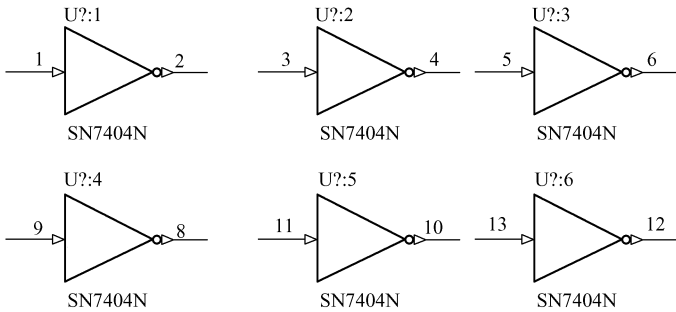

图 2-15 选择 “数字” 后的 SN7404N 原理图
2) 在选择 “数字” 情况下, 放置 SN7404N 的 6 路非门后的原理图如图 2-15 所示, 可以看到元器件后缀的区别。